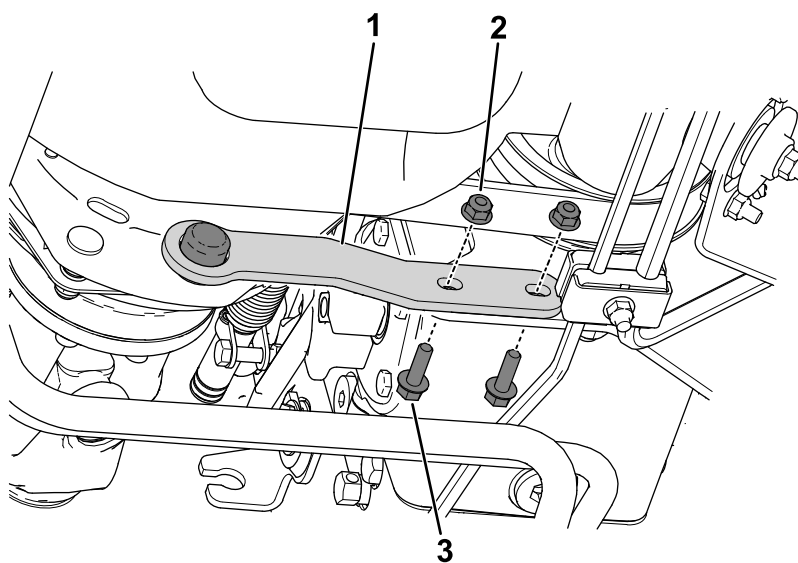

Figuur 2
1. Gebruik een moer om de bumper aan de koppeling te bevestigen (Figuur 2)